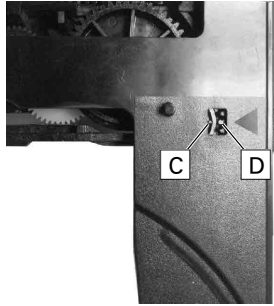

Fig. 10
- Schublade so aufsetzen, dass der mittlere Zahn **Ⓓ** (Fig. 10) der Schublade in die markierte Lücke **Ⓒ** des Zahnrades greift.
- Fit the tray so that the centre tooth **Ⓓ** (Fig. 10) of the tray engages into the marked gap **Ⓒ** of the toothed wheel.